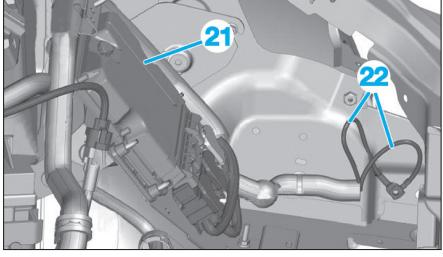

Fig. 71
- Déposer le calculateur de gestion moteur (21) (**Fig.71**) (voir opération concernée).
• Déconnecter les masses (22).